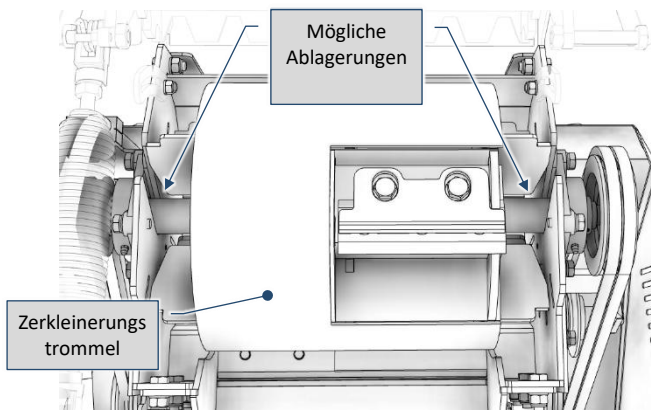
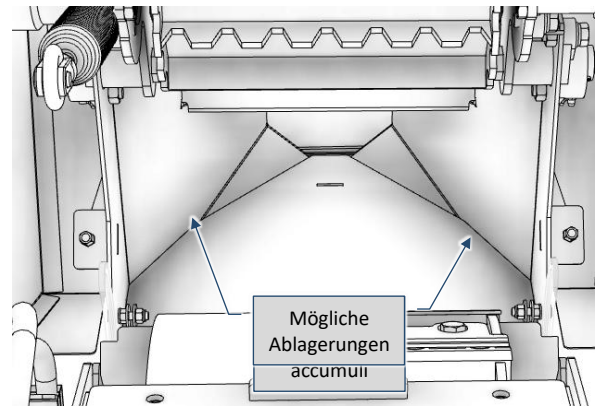

Abb. 9-37 – Detailansicht der inneren Teile der Zerkleinerungseinheit
Abb. 9-38 – Detailansicht des inneren Teils des Entladebands
- 2) Entfernen Sie angesammeltes Material an den Seiten der Zerkleinerungstrommel (Fig. 9-37) und in den beiden seitlichen Bereichen des Entladebands (Fig. 9-38). Verwenden Sie keine Metallwerkzeuge (diese könnten die Maschine beschädigen).